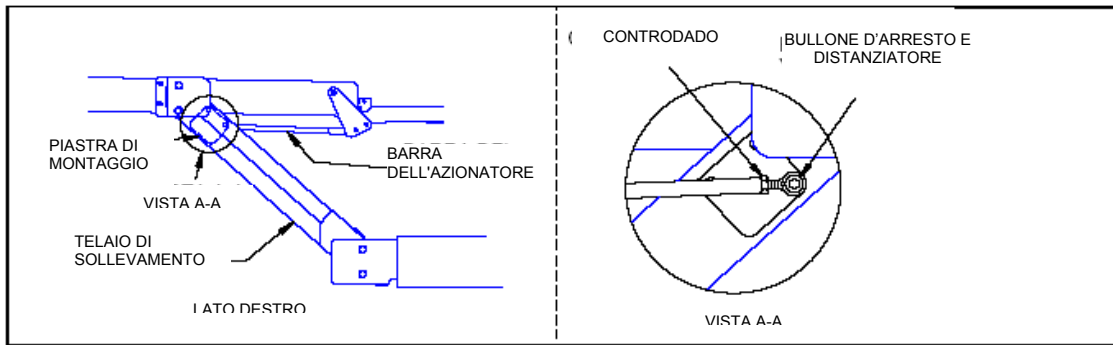

FIGURA 4-12: ESTRAZIONE DELLA BARRA DELL'AZIONATORE DALLA SPONDA DI COLLEGAMENTO
- e. Vedere la **Figura 4-12**. La vista A-A raffigura la prospettiva dal basso della piattaforma. Individuare il gruppo delle barre dell'azionatore del lato destro (nella parte destra della piattaforma sul telaio di sollevamento). Allentare il controdado dell'estremità della barra.